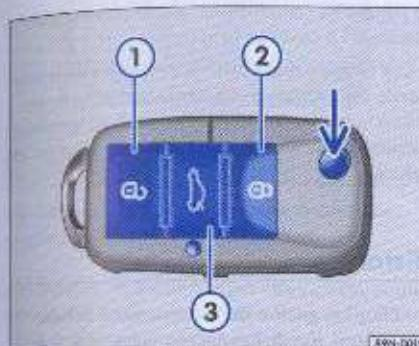

Fig. 52 Funciones de las teclas en la llave con mando a distancia
Con la tecla ① → fig. 52 ①, es posible:
Con la tecla ② → fig. 52 ②, es posible:
Con la tecla ③ → fig. 52 ③, es posible:
- Presione la tecla de trabado ④ ⇒ página 73, fig. 52 por diversas veces seguidas. Para confirmar la sincronización, las puertas del vehículo serán trabadas y desatrancadas.
Si la tecla ④ ⇒ página 73, fig. 52 fuera frecuentemente accionada fuera del radio de acción del mando a distancia, es posible que no se pueda más trabar o desatrancar el vehículo con el mando a distancia. La llave con el mando a distancia deberá ser nuevamente sincronizada.